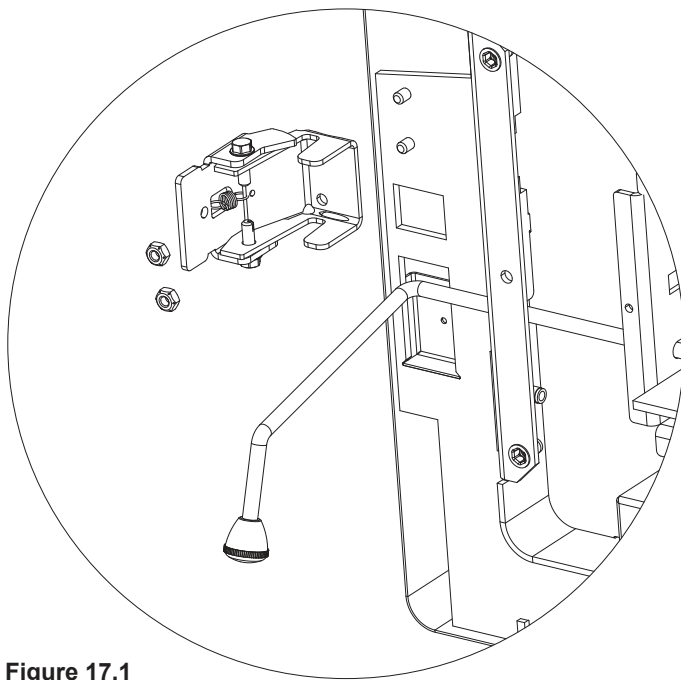

Figure 17.1
- Installez le verrou de l'ARS en glissant l'ensemble du verrou sur les 2 goujons sortant du fond gauche de l'appareil. Fixez en utilisant deux écrous à l'aide de la clé à douille 7/16 (**Figure 17.1 à la page 17**).
9. Installez le verrou de l'ARS en glissant l'ensemble du verrou sur les 2 goujons sortant du fond gauche de l'appareil. Fixez en utilisant deux écrous à l'aide de la clé à douille 7/16 (**Figure 17.1 à la page 17**).